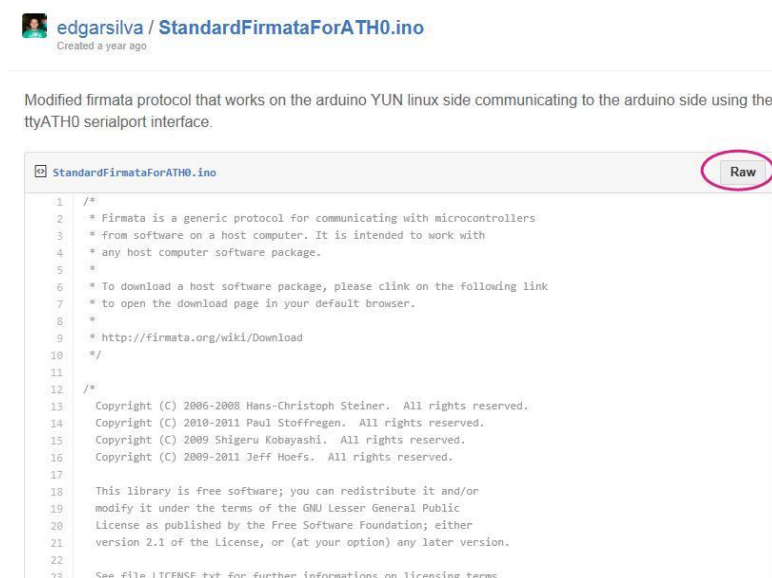

图 58 从 Github 复制例程代码
- 2) 将 Firmata 例程复制到 Arduino，点击这里查看例程源码。单击“**Raw**”按钮复制代码，如图 58 所示。
2) 将 Firmata 例程复制到 Arduino, 点击这里查看例程源码。单击“**Raw**”按钮复制代码, 如图 58 所示。